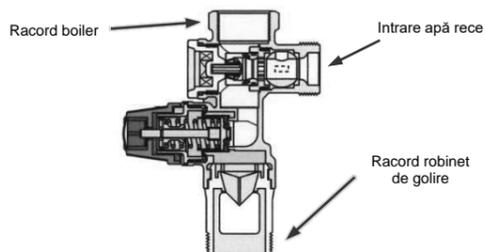

Fig. 8a – Exemplu de supapă de siguranță pentru condiții dificile de funcționare
REȚINEȚI! Se recomandă montarea de către instalator a unei supape de siguranță de 7 bar pe conducta de intrare apă rece (Fig. 8a).
N.B. Echipamentul de protecție la suprapresiune trebuie acționat periodic pentru îndepărtarea depunerilor de calcar și pentru a verifica dacă nu este blocat (Fig. 8a)
N.B. Pentru instalarea corespunzătoare a echipamentului, este necesară utilizarea unui grup hidraulic de siguranță conform standardului UNI EN 1487:2002, care să includă cel puțin: un robinet de închidere, o supapă de sens, un dispozitiv de comandă a supapei de sens, o supapă de siguranță, un dispozitiv pentru întreruperea alimentării cu apă (Fig. 8a)